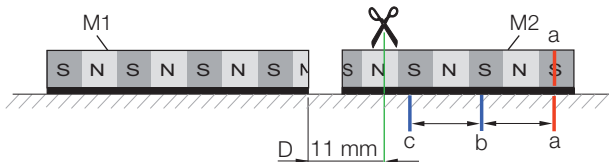

Bild 4-12: Bei 11 mm abschneiden
7. Den Maßkörper M2 so abschneiden, dass der entstehende Abstand D zwischen den beiden Maßkörpern 11 bzw. 21 mm beträgt (Breite 1 Polpaar + 1 mm zur Feinpositionierung). Die Lücke zwischen den beiden Maßkörperenden bestimmt, wo abzuschneiden ist (Bild 4-12).